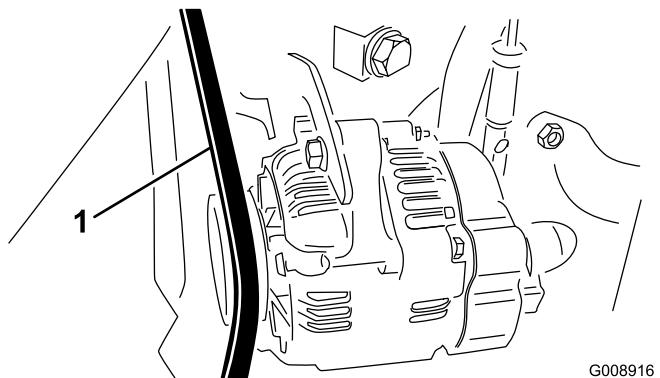

Figura 69
2. Verificate la tensione premendo sulla cinghia dell'alternatore/ventola, nel punto intermedio tra l'alternatore e le puleggi dell'albero a gomito con una forza di 30 Nm (Figura 69).